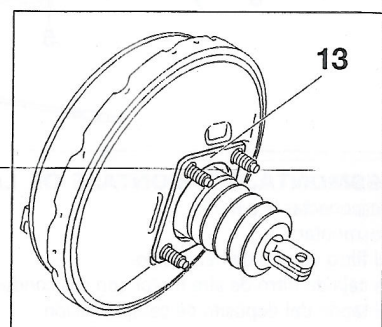

FIGURA 7-12
- el eje (11).
- las tuercas (12).
Para el montaje proceder en orden inverso y pegar una junta nueva (13) sobre el servofreno (figura 7-12).